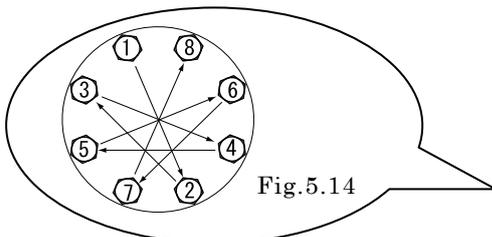

Fig.5.14
- Apriete los tornillos gradualmente en secuencia con una diagonal incluso par. (consulte Fig. 5.14)